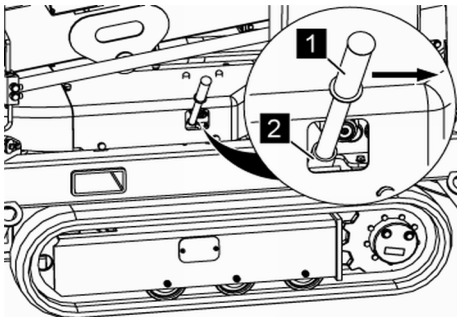

Fig. 65: Levier de verrouillage
4. → Enfoncer le levier de verrouillage (Voir la Fig. 65/1) pour le réglage du système d'entraînement dans la goupille de verrouillage (Voir la Fig. 65/2).
Desserrer le verrouillage en appuyant sur le levier de verrouillage (Voir la Fig. 65/1) dans le sens de la flèche.
6. → Relâcher le levier de verrouillage (Voir la Fig. 65/1) et l'enlever.